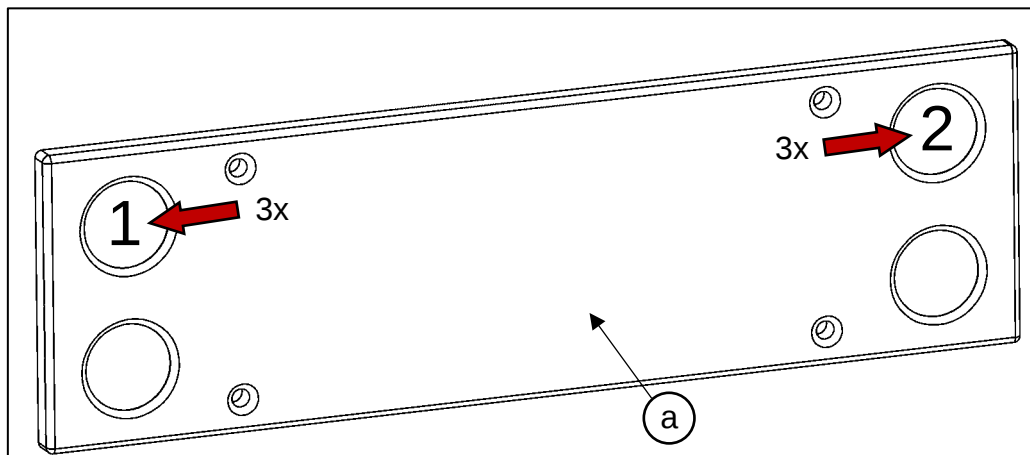

Abbildung 97
- am Bedienpanel (Pos. a), den Taster 2 (oben rechts) 3 Mal drücken (siehe Abbildung 97).